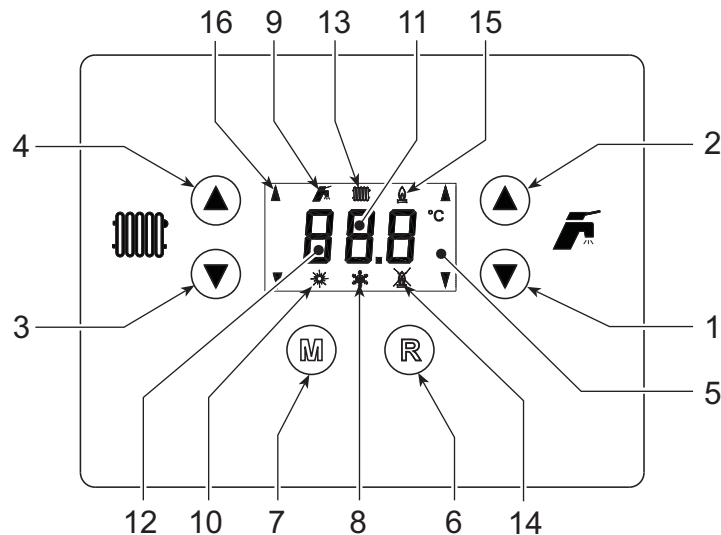
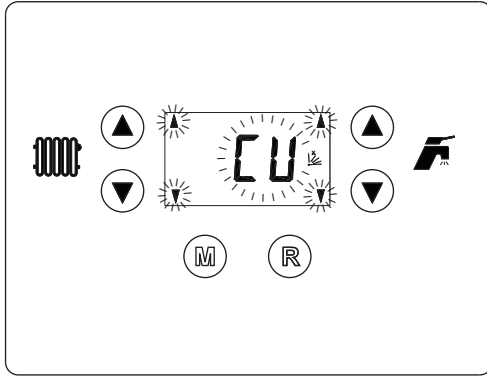
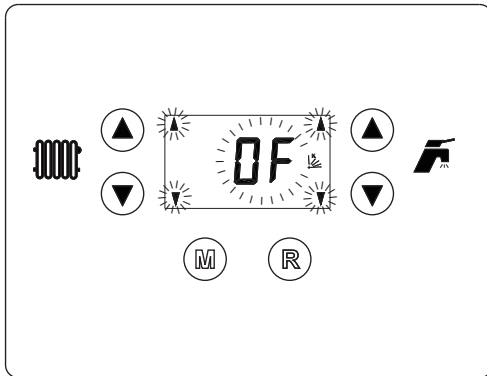
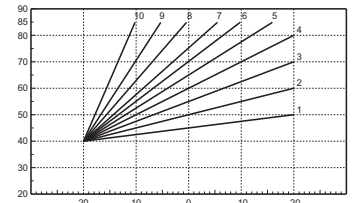

fig. 1 - Panel de control
fig. 11 - Curva de compensación
fig. 12 - Desplazamiento paralelo de las curvas
fig. 14 - Ejemplo de desplazamiento paralelo de las curvas de compensación
La solicitud de calefacción (generada por el termostato ambiente o el reloj programador a distancia) se indica mediante el encendido del radiador (13 - fig. 1).
La solicitud de calentamiento acumulador es indicada mediante la activación de la llave (9 - fig. 1).
Cuando el calentador está activado (opción predeterminada) en la pantalla aparece el símbolo confort (12 - fig. 1). El calentador puede ser activado o desactivado por el usuario desde el menú de selección.
Pulsar la tecla (M) (7 - fig. 1). La pantalla muestra la modalidad seleccionada que podrá ser modificada con las teclas sanitarias (1 y 2 - fig. 1): seleccionar ECO (Economy) o CON (Confort) y pulsar la tecla (M) (7 - fig. 1) para confirmar.
Pulsar la tecla **(M)** (7 - fig. 1) durante cinco segundos.
Para volver a activar la caldera, pulsar nuevamente la tecla **(M)** (7 fig. 1) durante cinco segundos.
Presionar la tecla **(R)** (6 - fig. 1) durante un segundo.
En la pantalla se visualiza el símbolo Verano (10 - fig. 1): la caldera sólo suministra agua sanitaria. El sistema antihielo permanece operativo.
Para desactivar la modalidad Verano, pulsar nuevamente la tecla **(R)** (6 - fig. 1) durante un segundo.
Mediante las teclas fig. 1 (3 y 4 -) se puede regular la temperatura de la calefacción desde un mínimo de 30 °C hasta un máximo de 85 °C; pero se aconseja no hacer funcionar la caldera a menos de 45 °C.
Mediante las teclas fig. 1 (1 y 2 -) se puede regular la temperatura del agua sanitaria desde un mínimo de 10 °C hasta un máximo de 65 °C.
Durante el funcionamiento con temperatura adaptable, la temperatura programada mediante las teclas de calefacción fig. 1 (3 y 4 -) pasa a ser la temperatura máxima de ida a la instalación. Se aconseja definir el valor máximo para que la instalación pueda regular la temperatura en todo el campo útil de funcionamiento.
Pulsando la tecla **R** (6 - fig. 1) 5 segundos se entra en el menú "Temperatura adaptable"; parpadea "CU" (fig. 11).
Con las teclas sanitario fig. 1 (1 y 2 - fig. 13) regular la curva entre 1 y 10 según la característica (). Si se elige la curva 0, la regulación de temperatura adaptable queda inhabilitada.
Pulsando las teclas de la calefacción fig. 1 (3 y 4 -) se accede al desplazamiento paralelo de las curvas; parpadea "OF" (fig. 12). Con las teclas sanitario fig. 1 (1 y 2 - fig. 14) regular el desplazamiento paralelo de las curvas según la característica ().
Pulsando nuevamente la tecla **R** (6 - fig. 1) durante cinco segundos se sale del menú "Temperatura adaptable".
Selección Eco/Confort	Si se desactiva el funcionamiento en sanitario desde el menú del reloj programador a distancia, la caldera selecciona la modalidad Economy. En esta condición, la tecla M (7 - fig. 1) del panel de la caldera está inhabilitada. Si se vuelve a activar el funcionamiento en sanitario con el reloj programador a distancia, la caldera se dispone en modo Confort. En esta condición, con la tecla M (7 - fig. 1) del panel de la caldera es posible pasar de una modalidad a otra.